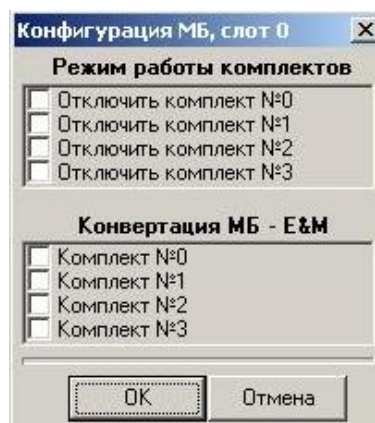

Рисунок 8
- щелкнуть правой кнопкой мыши на изображении нужной платы 4МБ и выбрать из контекстного меню пункт «конфигурация платы», после чего появится окно конфигурации платы 4МБ (рис. 8);